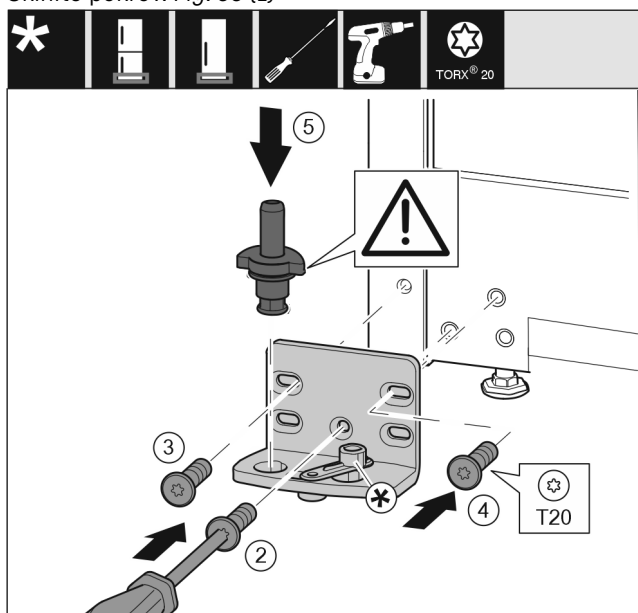

Fig. 36
- ▶ Postavite podložak ležaja na drugoj strani i zavijte pomoću odvijača T20. Započnite s vijkom 2 dolje u sredini. *Fig. 36 (2)*
- ▶ Pritegnite vijak 3 i 4. *Fig. 36 (3,4)*
- ▶ Kompletно umetnite podložak ležaja. Pri tome pazite da je ispučanje za blokiranje okrenuto prema otraga. *Fig. 36 (5)*